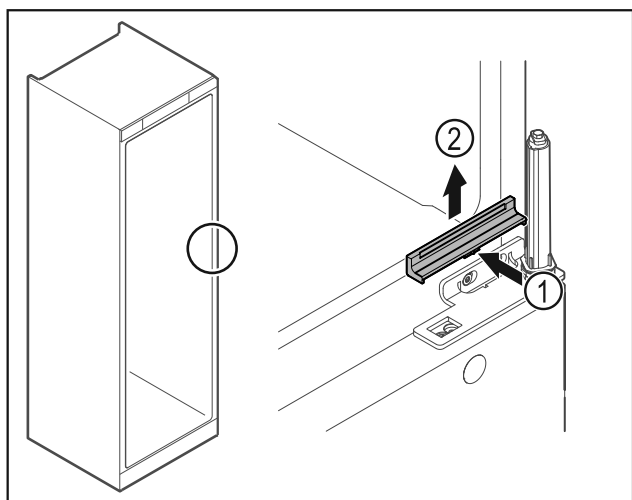

Fig. 26
- ▶ Iespiediet mazliet pārsegu Fig. 26 (1) vidū un noņemiet uz augšu Fig. 26 (2).